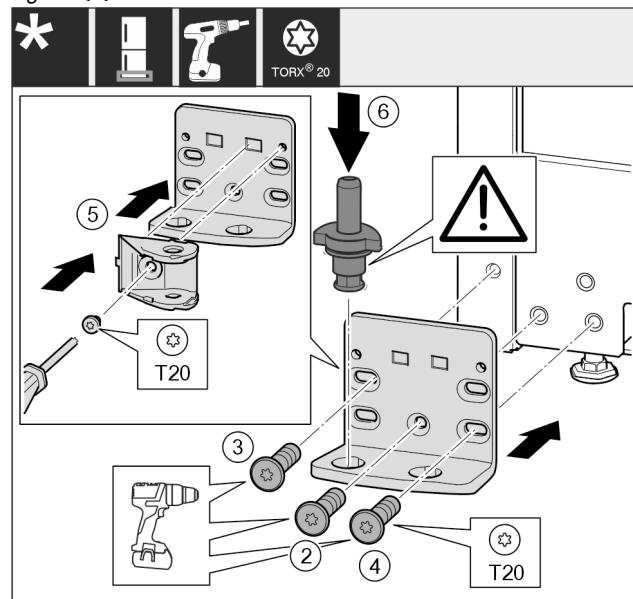

Fig. 26
- ▶ Pange laagripukk teisel küljel kohale ja kruvige kruvikeerajaga T20 abil külge. Alustage kruviga 2 alt keskelt. Fig. 26 (2)
- ▶ Keerake kruvi 3 ja 4 kinni. Fig. 26 (3,4)
- ▶ Pöörake sulgemisamortisaatori ühendust 180°. Kruvige laagripuki teisel küljel kruvikeerajaga T20 külge. Fig. 26 (5)
- ▶ Pange laagripolt täielikult sisse. Pöörake seejuures tähelepanu sellele, et fiksaatornukk on tahapoole suunatud. Fig. 26 (6)